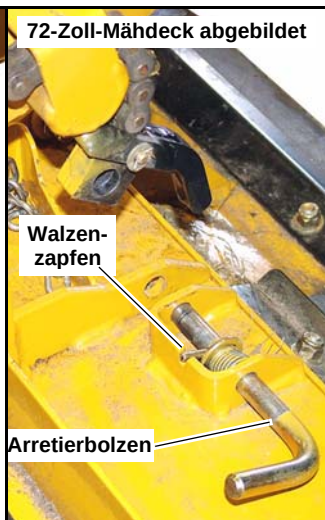

Abb. 4-6
3. Ziehen Sie die Arretierbolzen an den hinteren Stellketten heraus und drehen Sie diese, bis der Walzenzapfen in der Nut einrastet. Vergewissern Sie sich, dass die Arretiervorrichtung von der hinteren Deckhalterung gelöst ist. Dadurch lässt sich der hintere Teil des Mähdecks frei schwenken. Abb. 4-5 und Abb. 4-6
5. Ziehen Sie die Arretierbolzen an den hinteren Stellketten heraus und drehen Sie diese, bis der Walzenzapfen in der Nut einrastet. Vergewissern Sie sich, dass die Arretiervorrichtung von der hinteren Deckhalterung gelöst ist. Dadurch lässt sich der hintere Teil des Mähdecks frei schwenken. Abb. 4-5 und Abb. 4-6